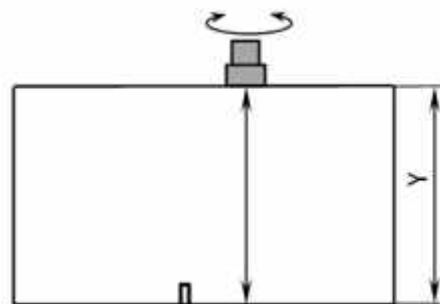

Рисунок 10.10
10.1.8.2.2 Установить ПЭП на рабочую поверхность меры КМД-4У с номинальным значением расстояния от рабочей поверхности до плоскодонного отражателя 180 мм, предварительно нанеся контактную жидкость. Получить первый донный сигнал, отраженный от противоположной поверхности меры КМД-4У (рисунок 10.10). Притирая ПЭП, добиться максимальной амплитуды донного сигнала.